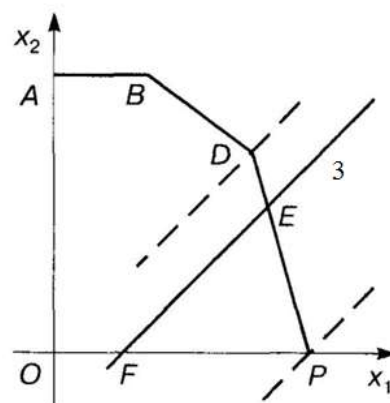

Рис. 1.4
Рассмотрим возможность изменения правой части пассивных ограничений (1.3) и (1.4). Не изменяя оптимальное решение (рис. 1.4), прямую (3) можно перемещать параллельно самой себе вверх до пересечения с точкой $D(312,5; 300)$, т.е. правую часть ограничения (3) можно уменьшать до величины